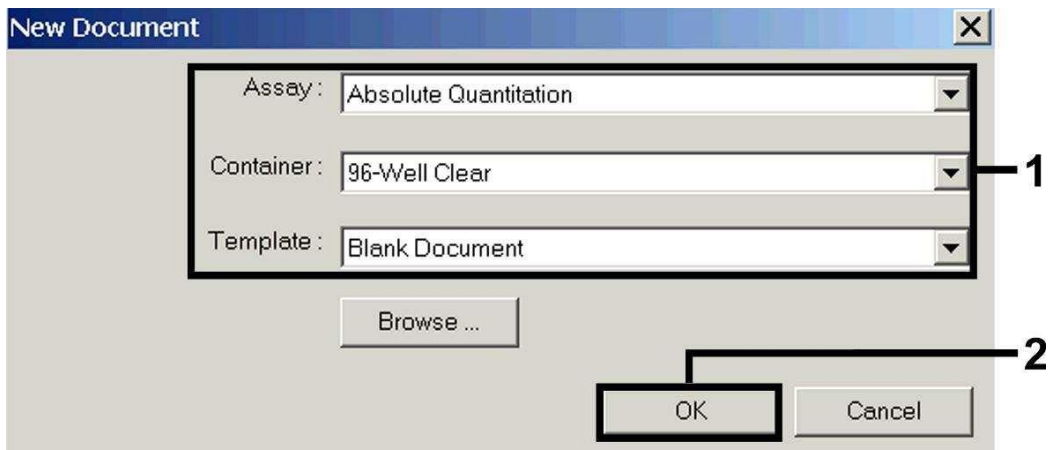

Abb. 3: Voreinstellungen bei der Erstellung eines neuen PCR-Laufs (*New Document*).
Wählen Sie auf dem ABI PRISM 7000 SDS den unter *File* befindlichen Menüpunkt *New* an und stellen Sie für das neue Dokument die folgenden Grundeinstellungen ein (siehe Abb. 3). Ein zuvor abgespeichertes Template (SDS Template [*.sdt]) steht Ihnen in der *Template*-Liste oder durch Auswahl mittels *Browse*-Funktion zur Verfügung (siehe 8.5.1.5 Speichern des PCR-Laufs). Bestätigen Sie Ihre Eingaben (OK).